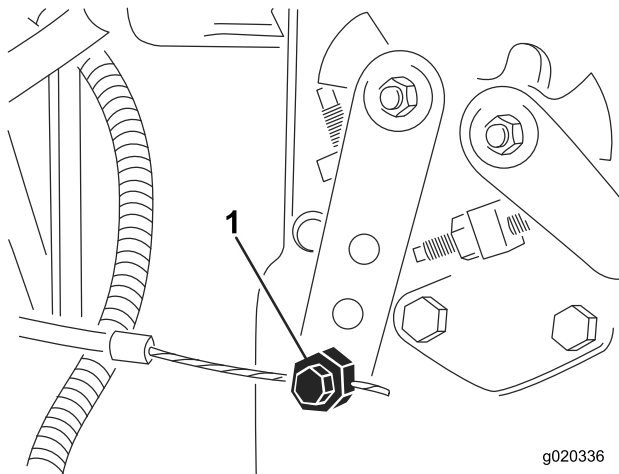

Figura 61
2. Afloje el conector del cable del acelerador en la palanca de la bomba de inyección (Figura 61).